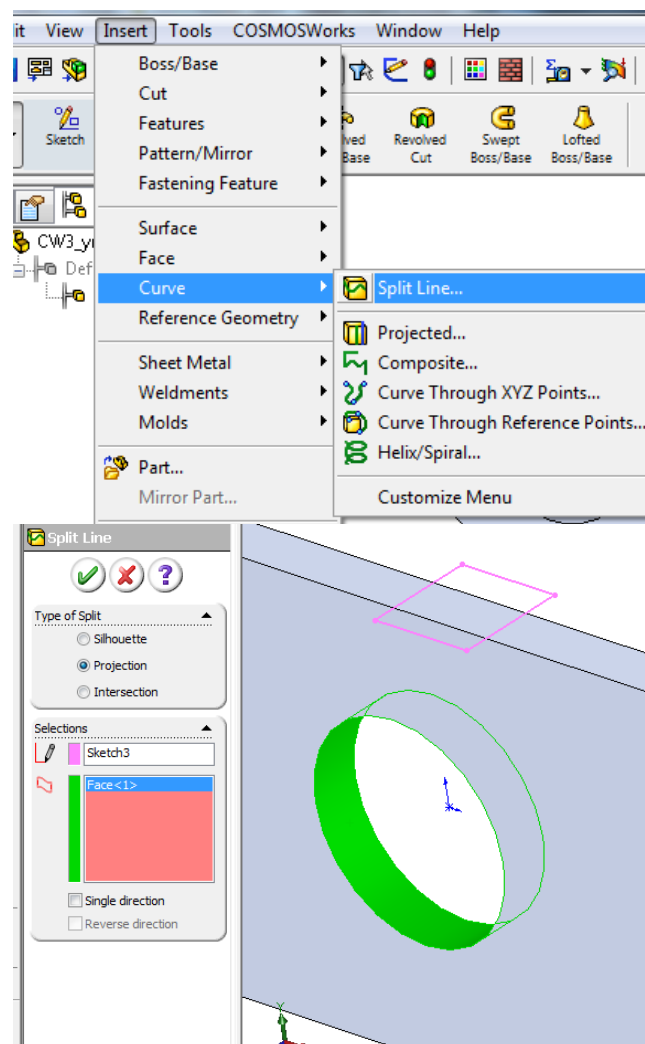

Рис. 3.1.3. Створення на центральній циліндричній грані нові поверхні для прикладення сили
3. Визначте на середній циліндричній грані невелику зону прикладення сили. Для цього використайте інструмент **ЛИНИЯ РАЗЪЕМА (Split Line)** для окреслення невеликої зони прикладення сили (рис. 3.1.3). Для цього спочатку нарисуйте ескіз на одній із вузьких граней, а потім його спроектуйте на циліндричну поверхню.